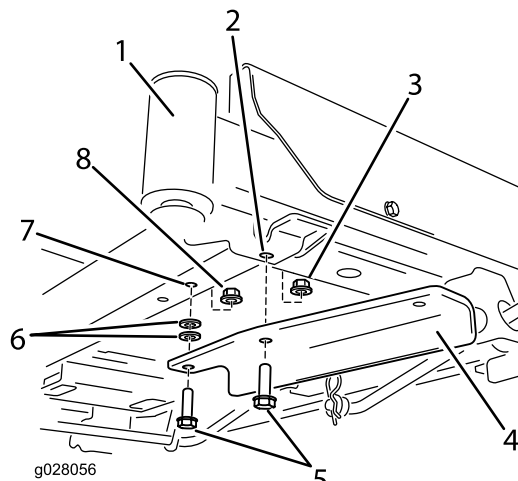

Figure 4
- Pour les machines sans pédale d'aide au relevage : fixez le support avec deux boulons (3/8 x 1-1/4 po), deux rondelles et deux contre-écrous (3/8 po) (Figure 4). Un contre-écrou provient des pièces détachées et l'autre a été déposé précédemment et est réutilisé.